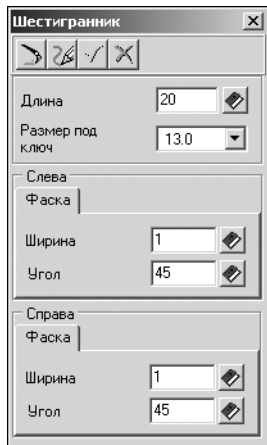

Рис. 4.39.
1. Нажмите кнопку **Шестигранник**, расположенную в меню **Простые ступени** инструментальной панели внешнего контура. Откроется одноименное команде окно (рис. 4.39).